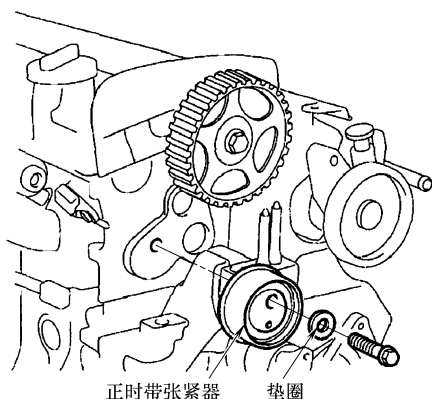

图 31-22 垫圈和正时带张紧器识别
9) 用垫圈暂时安装正时带张紧器, 如图 31-22 所示。